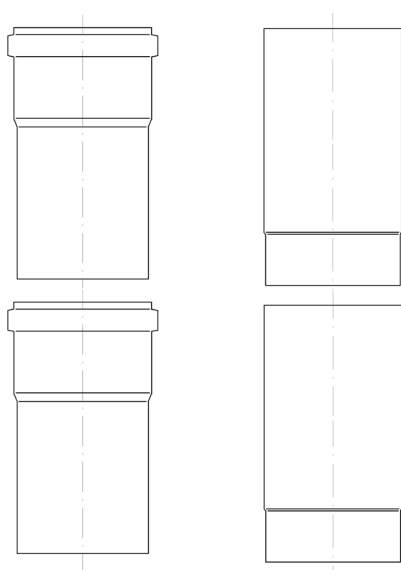

Fig.1
I sistemi NERINO MS e NERONE MT sono realizzati con giunto a bicchiere di tipo maschio/femmina su nervature autocentranti ed antischiacciamento come schematizzato in (Fig. 1). Il posizionamento della guarnizione siliconica nell'apposito alloggiamento situato all'interno del bicchiere femmina, garantisce la tenuta.
- Installare gli elementi seguendo il senso dei fumi indicato sull'elemento con un'apposita freccia, ovvero con il bicchiere interno femmina rivolto verso l'alto (Fig. 1)